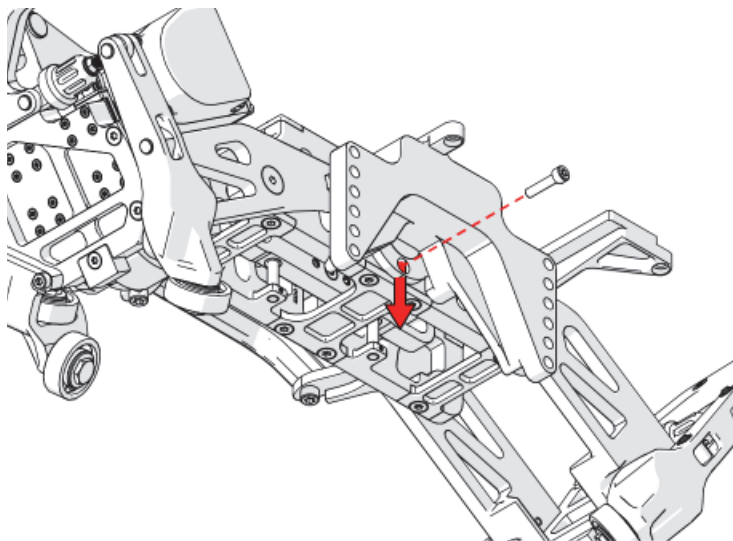

Figura 2-7 Extracción del tornillo y herramienta cabrestantes de la rueda
7. Con un des[tornillador] Torx T25, retire el tornillo cabrestante de la rueda (ver Figura 2-7 en la página 94).
8. Retire la herramienta cabrestante de la rueda del transportador de motor (ver Figura 2-7 en la página 94).